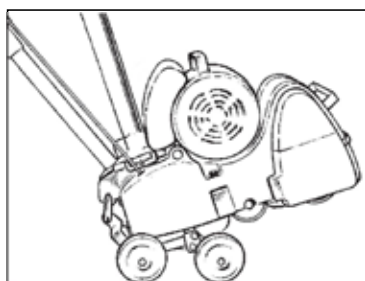

Figure 4
2. Maintenez le chariot en position à l'aide du pied et laissez la machine basculer vers l'arrière et reposer sur les roues du chariot. (voir Figure 4)